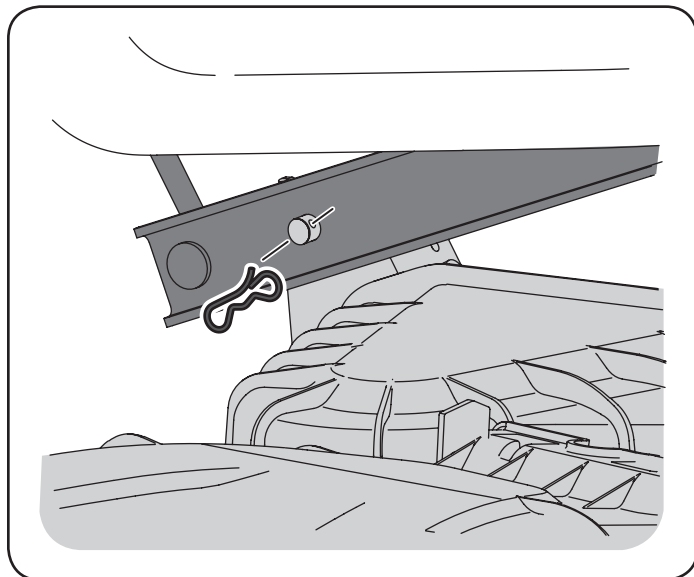

Figura 21
6. Mirando hacia la plataforma de corte desde el lado izquierdo del tractor, ubique el pasador de chaveta en el lado posterior izquierdo de la plataforma. Vea la Figura 21.
7. Retire el pasador y saque el pasador de la plataforma del brazo de elevación de la misma. Vea la Figura 21.